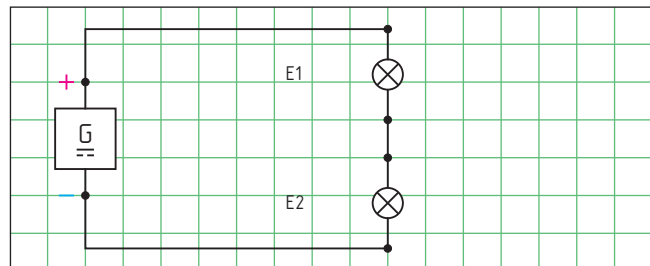

Bild 1: Gleichspannungsmessung
Niedrigeres Potenzial:	Der Minusanschluss des Spannungsmessers wird an den Anschlusspunkt gelegt, der das niedrigere Potenzial hat (im Bild 1 an -).
5. An der Spannungsquelle und an den Glühlampen E1 und E2 sollen jeweils die Spannungen gemessen werden (**Bild 1**).
Vervollständigen Sie die Schaltung in **Bild 1** um drei Spannungsmesser und kennzeichnen Sie die Spannungsmesser mit Plus- und Minuspotenzial.